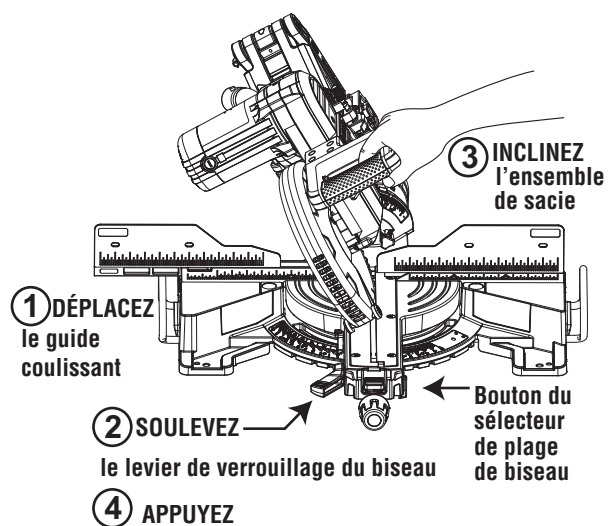

Figure 51
1. Déplacez le guide coulissant de gauche vers l'extérieur afin de le dégager du champ de l'ensemble de scie et verrouillez à nouveau (Figure 51).
de le dégager du champ de l'ensemble de scie et verrouillez à nouveau (Figure 51).
1. Déplacez les guides coulissants de gauche et de droite vers l'extérieur afin de les dégager du champ de l'ensemble de scie et verrouillez à nouveau (Figure 51).